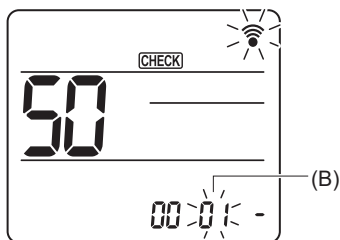

Fig. 6-21
Appuyez sur les touches **SET** pour régler le numéro de mode (B). (Fig. 6-21)